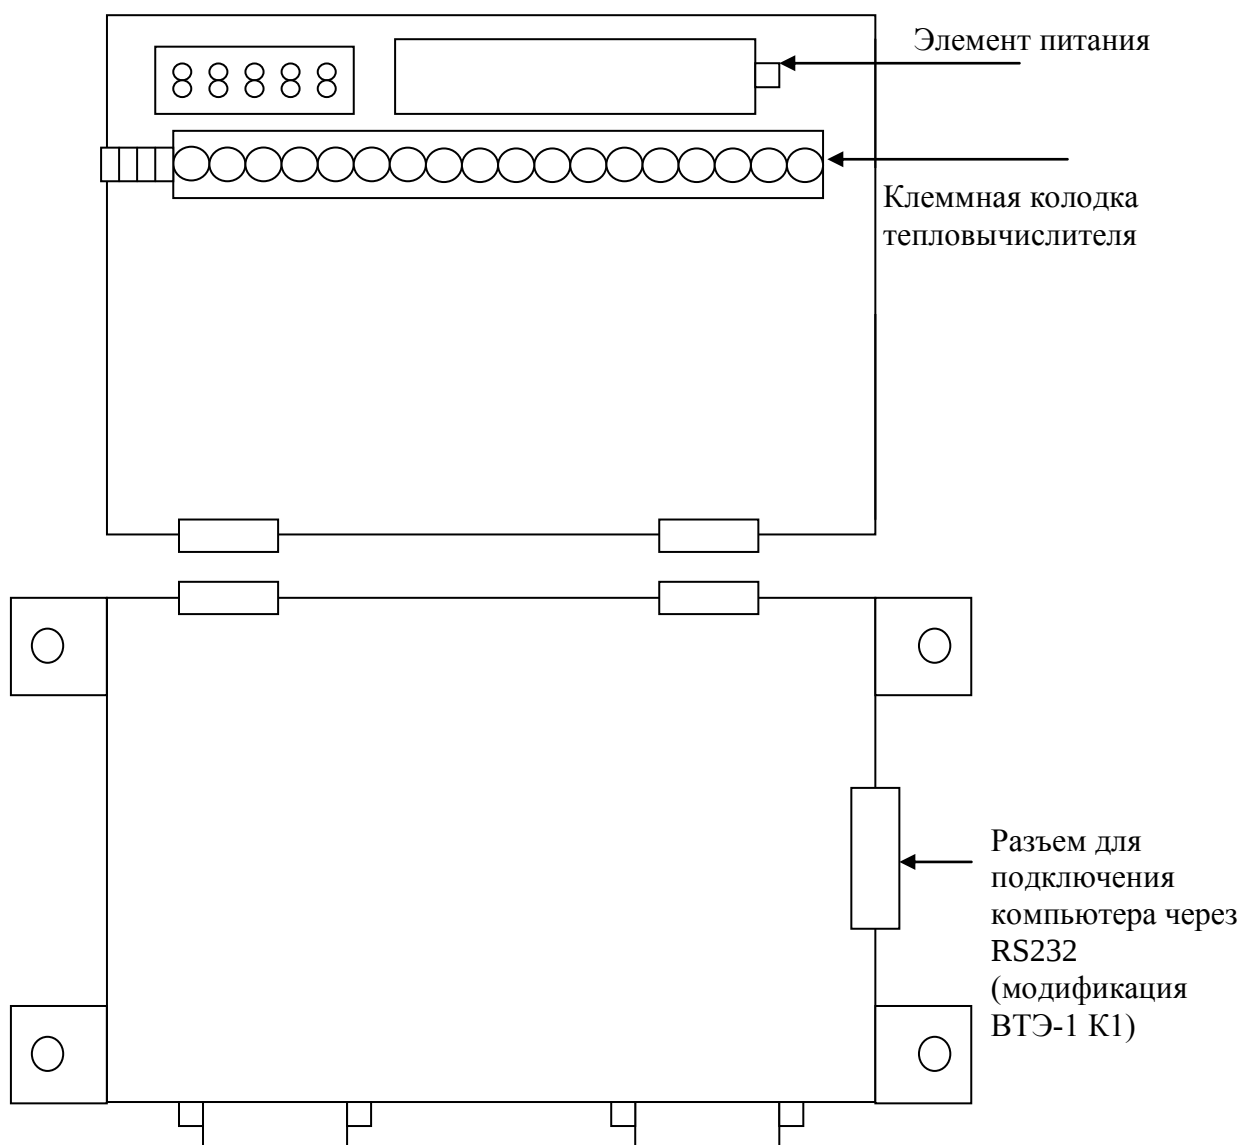

Рис. 5. Вид теплового счетчика с откинутой верхней крышкой.
1. Через разъем на боковой стенке (RS232) тепловычислителя (см. рис. 5) - только в модификациях ВТЭ-1 К1. В этом случае тепловычислитель подключается к компьютеру с помощью специального опторазвязанного кабеля КВТЭ-1, который поставляется по отдельному заказу.